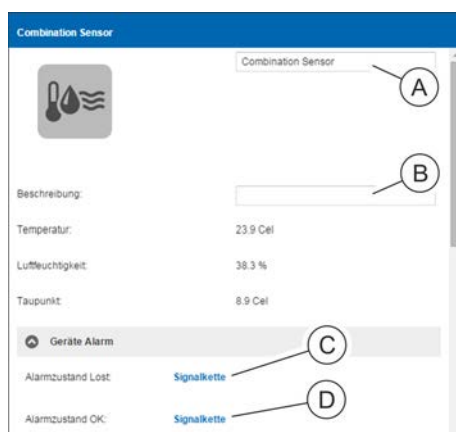

Abb. 194: Detailansicht (Teil 1/2)
5. Für den ausgewählten Sensor bei Bedarf die Benennung ändern (Abb. 194/A) und bei Bedarf eine Beschreibung (Abb. 194/B) hinzufügen.
6. Im Bereich „Geräte Alarm“ für den „Alarmzustand Lost“ und „Alarmzustand OK“ bei Bedarf eine Signalkette konfigurieren. Dazu auf die Schaltfläche „Signalkette“ (Abb. 194/C bzw. D) klicken.